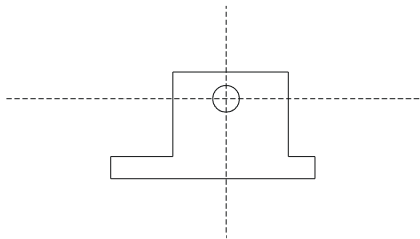

图 4-6-3
STEP 01 使用 LINE 命令绘制座体边界，如图 4-6-3 所示。其具体操作如下：